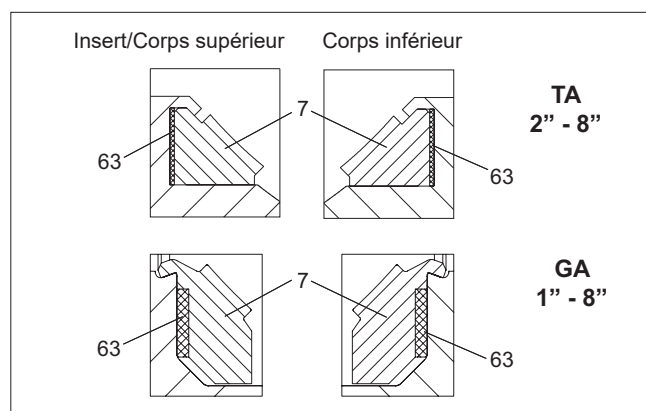

Fig. 26 Sièges K
- Monter le joint (63) dans son logement sur le corps, puis le siège (7) comme indiqué sur la figure 26.
- Verrouiller le siège (7), à l'aide de l'outil spécial (cf. 4.9.3).
- Monter le joint (63) dans le siège (7) (cf. figure 26). Placer le siège dans le demi-corps supérieur (2). Verrouiller le siège, à l'aide de l'outil spécial (cf. 4.9.3).